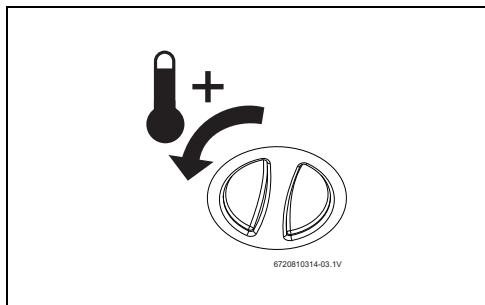

Рис. 10 Повышение температуры
- ▶ Установите ограничитель температуры на максимальное значение. Для этого поверните регулятор температуры влево до упора (→ рис. 10).